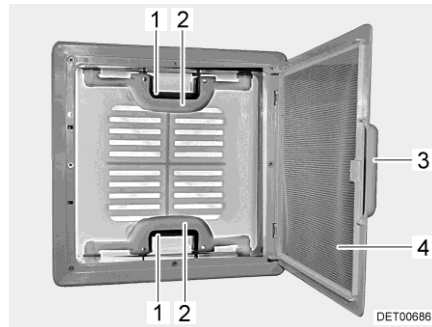

Fig. 31 Oblò a scatto
- Tirare la maniglia (Fig. 31,3).
- Ribaltare la protezione contro gli insetti (Fig. 31,4) verso il basso.
- Premere la chiusura a scatto (Fig. 31,1) verso l'interno dell'oblò. Premere contemporaneamente verso l'alto l'oblò con la maniglia (Fig. 31,2).
- Spingere la protezione contro gli insetti (Fig. 31,4) verso l'alto finché non si innesta.
- Tirare con forza verso il basso le due maniglie (Fig. 31,2) dell'oblò, fino a quando non scattano entrambe le chiusure (Fig. 31,1).